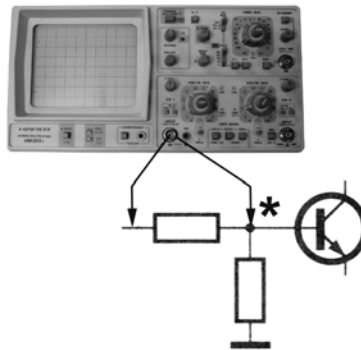

Abb. 5.1 Mitten in der Schaltung messen - manchmal eine Herausforderung. Wenn wir nichts tun, wird der Punkt * über das Oszilloskop auf Erdpotential gezogen...
Bezugspotential ... Erdpotential. Das Meßgerät wird an beliebige Punkte der zu prüfenden Schaltung angeschlossen, z. B. „quer“ über eine Emitter-Kollektor-Strecke, über einen Widerstand usw.; Abb. 5.1).
- betrachten wir nochmals Abb. 5.1: wird das Oszilloskop hochgehängt, so ist der Punkt * der Schaltung mit dem Gerätegehäuse verbunden und wird folglich mit dessen Kapazität gegen Erde belastet. Hat das Oszilloskop ein Schaltnetzteil, so werden die Fehlerströme des Netzfilters über den Punkt * in die zu prüfende Schaltung eingespeist (wobei an Punkt X bis zu 230 V ~ anliegen können ...).